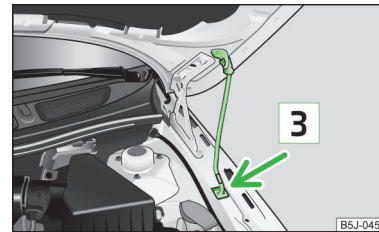

Abb. 128
- Die Klappenstütze aus der Halterung nehmen und die geöffnete Klappe sichern, indem das Ende der Klappenstütze in die dafür vorgesehene Öffnung 3 » Abb. 128 gesetzt wird.